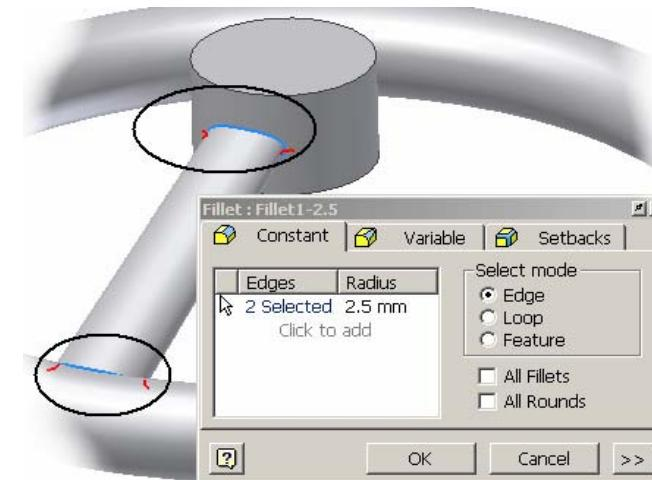

Figura 2.18.9.
- se selectează succesiv cele două muchii evidențiate în figura 2.18.9.